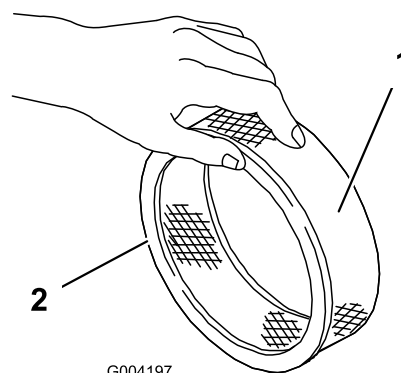

Figure 41
- Vérifiez que l'élément en papier n'est pas déchiré ni couvert d'une pellicule grasse, et que le joint de caoutchouc n'est pas endommagé (Figure 41).
- Glissez délicatement le préfiltre en mousse sur l'élément en papier (Figure 41).